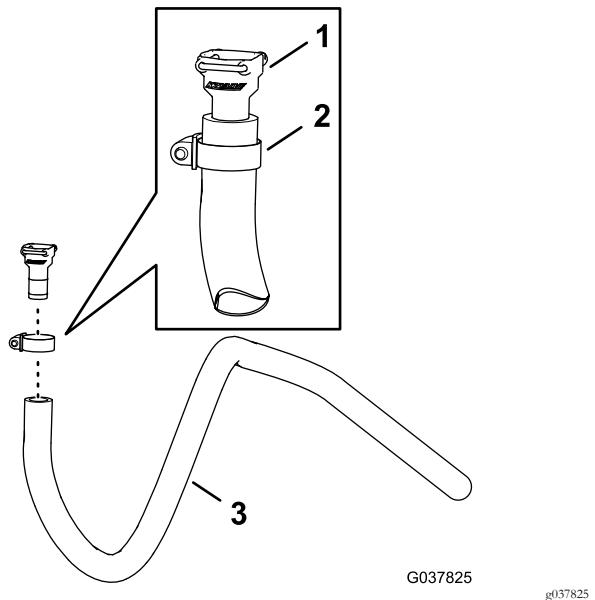

图95
1. 如图95所示使用软管夹1332mm将在安装适用于可选喷枪套件或电动软管卷套件的切断阀\(页码35\)的步骤3中卸下的直通宝塔接头 $\frac{3}{4}$ 英寸安装到软管1.3 x 180cm上。